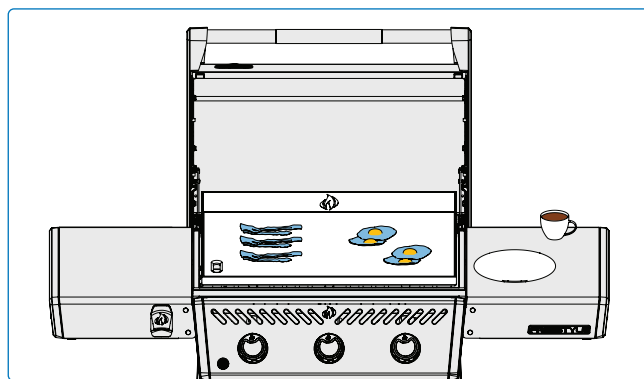

Fig. 8
- Ajuste diferentes quemadores a diferentes niveles de calor para crear zonas de temperatura específicas. Controle la temperatura de la superficie de la plancha con un termómetro de infrarrojos para asegurarse de que cada zona está al nivel de calor deseado. Utilice el calor directo (colocado directamente sobre los quemadores encendidos) para los alimentos que se benefician de una cocción rápida, mientras que el calor indirecto (colocado a un lado) se puede utilizar para una cocción más lenta o para mantener los alimentos calientes. **(Fig. 8)**